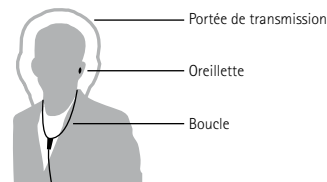
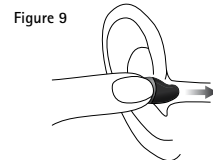

Figure 6
Figure 9
- ▶ Placez la boucle autour du cou et veillez à ce que le boîtier de la boucle soit bien directement placé sous la bouche (figure 6).
- ▶ Le microphone étant situé dans la partie supérieure du boîtier de la boucle (figure 6), celui-ci doit se situer le plus près possible de la bouche. Plusieurs longueurs de boucles sont disponibles dans les pièces de rechange.
- Placez l'oreillette Profilo Nano dans l'oreille (figure 9). Pour plus d'informations, veuillez consulter le mode d'emploi du Profilo Nano ou contactez votre représentant local. Le son de la radio est transmis vers l'oreillette par le biais de la boucle (figure 6).
La portée de transmission est limitée à proximité de la tête de l'utilisateur final. (Aucun risque d'interception du message.) (figure 6).